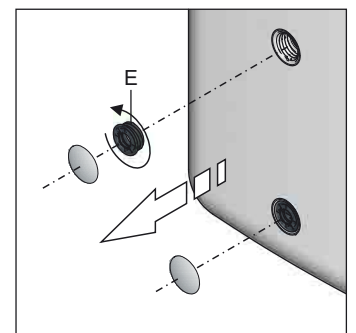

Fig. 6-2 Dévisser l'embout fileté
- **En cas d'utilisation du raccord de remplissage et de vidange de chaudière (accessoire KFE BA, 🛒 16 52 15) :** démontez le cache à l'aide de la poignée et dévissez l'embout fileté (fig. 6-2, rep. E) du réservoir du ballon.